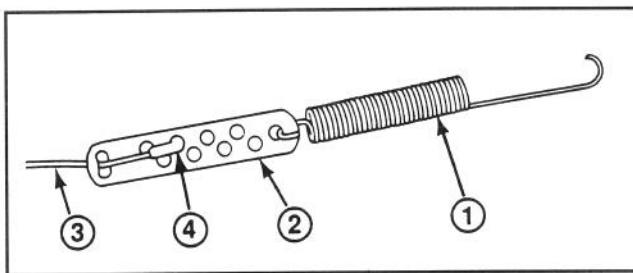

Figure 4
2. Accrochez le ressort dans le trou rond à l'extrémité de la barrette de réglage (Fig. 4).
3. Passez le câble dans le trou allongé de la barrette de réglage. Insérez le crochet en Z de l'extrémité du câble dans le 3ième trou de la barrette (Fig. 4).